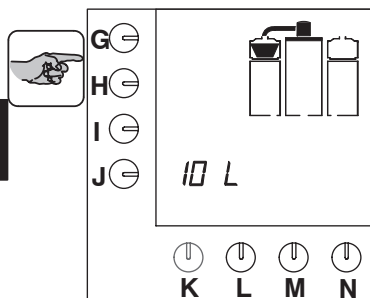

Fig. 9 Dropptid
- Så snart kaffebhållaren har fyllts, blinkar filterkorgen på displayen för dropptiden (fig. 9).
- Indikatorlampan tänds. Standardmöjligheterna visas på displayen (fig. 9).